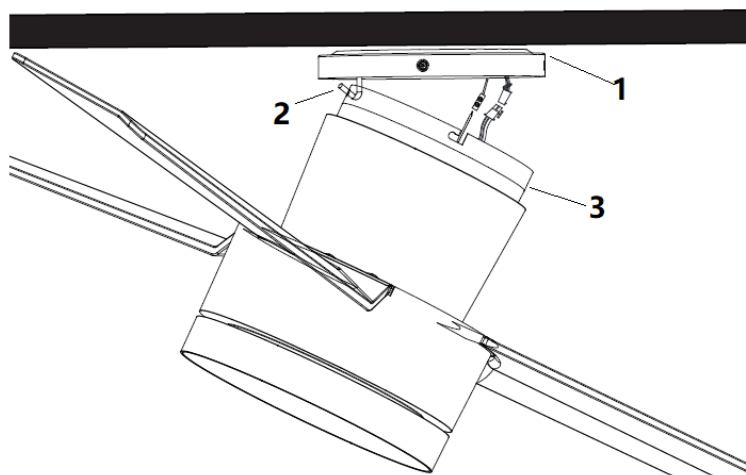

Fig. 5
- Soulevez l'ensemble de ventilateur jusqu'au support de montage (1), laissez le crochet en J (2) du support de montage passer par le trou du capot de suspension (3) et accrochez l'ensemble de ventilateur.Fig. 5
- Raccordez ensemble le connecteur mâle et le connecteur femelle (4). Fig. 5